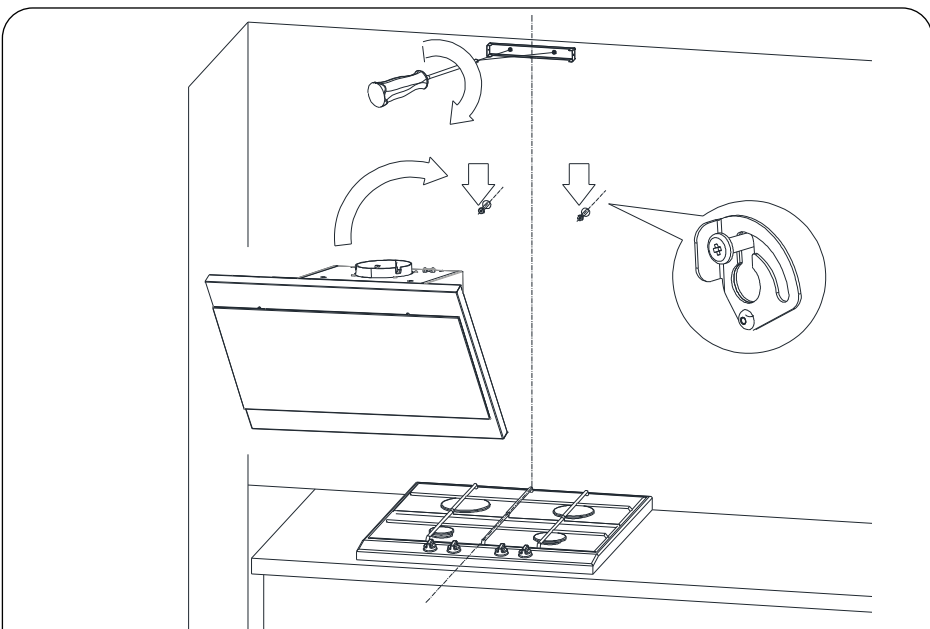

Abb. 7 Aufhängung der Abzugshaube
4. Schrauben Sie den Befestigungsbügel der Kaminabdeckung an, hängen Sie die Dunstabzugshaube an den beiden gelösten Schrauben ein (Abb. 7).